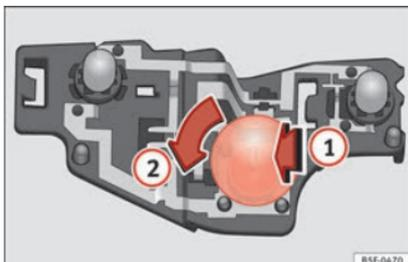

Fig. 222 Ubicación de las lámparas de incandescencia en el portalámparas.
- Presione la lámpara defectuosa ligeramente hacia el portalámparas » **fig. 222 (1)**, gírela a continuación hacia la izquierda **(2)** y extráigala.